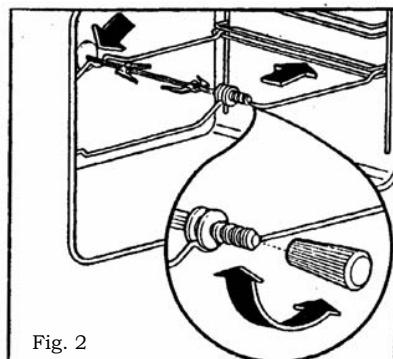

Fig. 2
## Comment utiliser le tournebroche (ou priun) - Fig. 2
F) A la fin de la cuisson, visser la poignée sur le broche et retirer le tout du four.(Fig. 2).